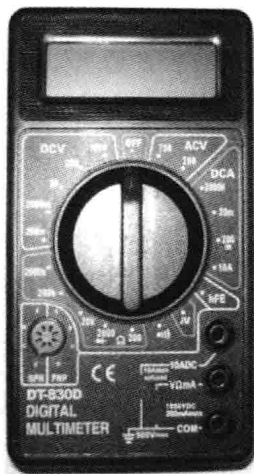

图 7-13 转换开关置于 OFF 挡
(5) 测量完毕，将转换开关置于 OFF 挡，拔下红、黑表笔，如图 7-13 所示。